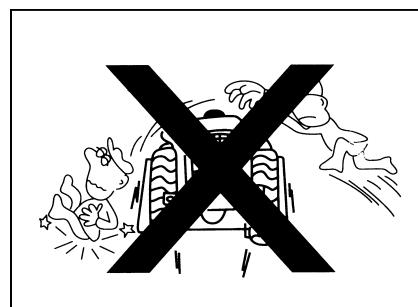

Рис.1–19
- Категорически запрещается вскочить или спрыгнуть. Подъем на погрузчик и опускание из погрузчика не допускаются при движении погрузчика(рис. 1–19).